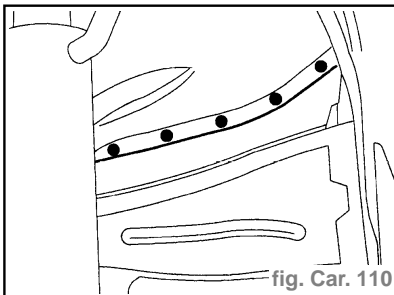

fig. Car. 110
- Solder par points bouchons au MIG (fig. Car. 110).